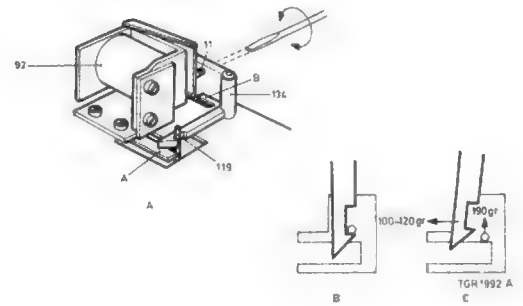

Fig. 21
#### Controle van de ingrijpkracht van het tandwiel op poelie pos. 121 in de grote commandoschijf pos. 71, zie fig. 21
#### Instelling vanghaak pos. 134, zie fig. 21